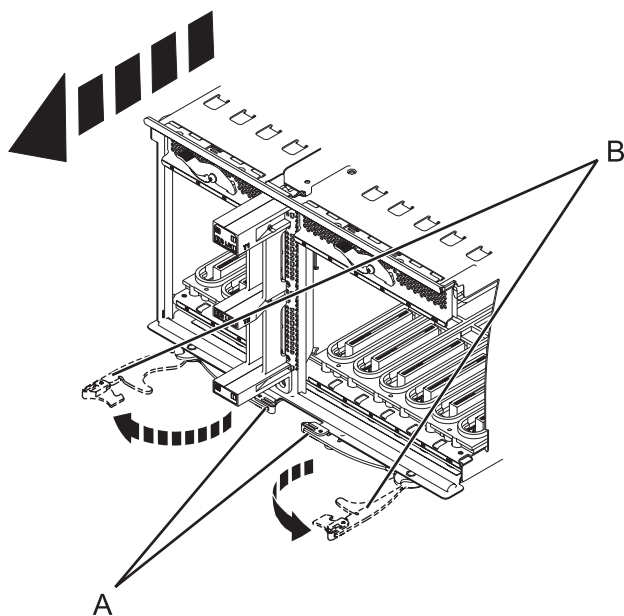

Figura 88. Extracción de la placa del sistema de E/S
12. Apriete los pestillos de liberación (**A**) y saque las palancas (**B**), como se muestra en Figura 88.